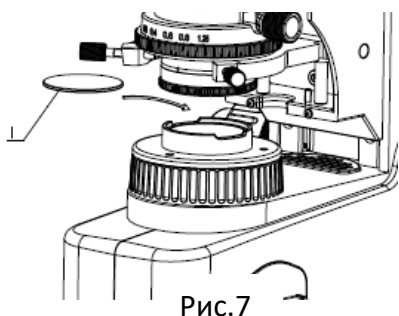

Рис.7
3. Использование фильтров (рис.7)